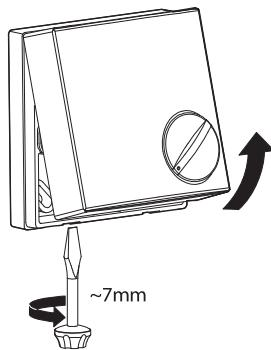

FIGURA 16: Tapa
3. Utilice un destornillador para quitar la tapa del higrostato. "FIGURA 16: Tapa".